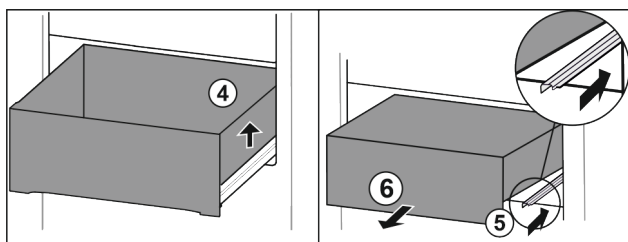

Fig. 32
- ▶ Sollevare il cassetto a destra. Fig. 32 (4)
- ▶ Inserire la guida destra. Fig. 32 (5)
- ▶ Rimuovere il cassetto tirandolo in avanti. Fig. 32 (6)